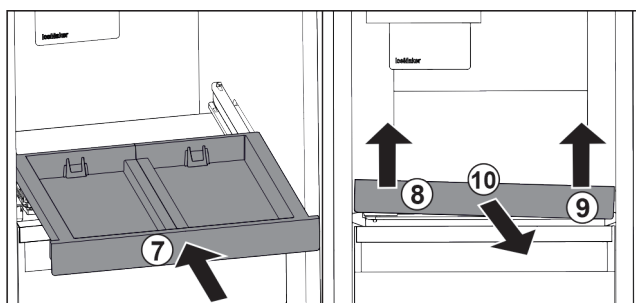

Fig. 125
- ▶ Zasuňte vysouvací přihrádku Fig. 125 (7)
- ▶ Vysouvací přihrádku vpředu vlevo nadzvedněte. Fig. 125 (8)
- ▶ Vysouvací přihrádku vpředu vpravo nadzvedněte. Fig. 125 (9)
- ▶ Odeberte vysouvací přihrádku směrem dopředu. Fig. 125 (10)